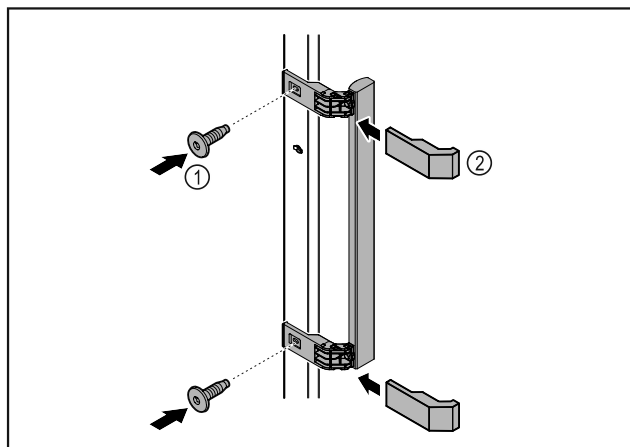

Fig. 7
- ▶ Установите на двери ручку из набора принадлежностей, используя прилагающиеся винты Fig. 7 (1).
- ▶ Установите облицовку Fig. 7 (2).